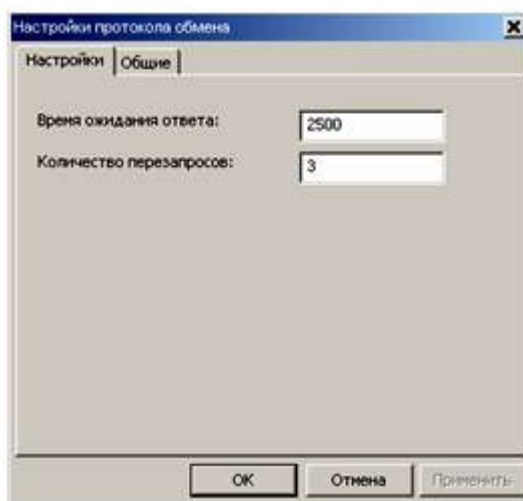

Рисунок 3.6 – Настройки протокола обмена «Протокол обмена с CE208».
3.9 Выберите профиль настроек протокола обмена «Протокол обмена с CE208» и нажмите кнопку «Свойства» на панели задач. В результате откроется окно редактирования настроек протокола обмена (рисунок 3.6).